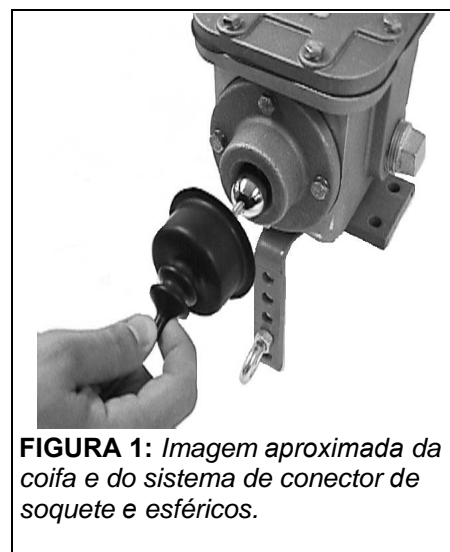

FIGURA 1: Imagem aproximada da coifa e do sistema de conector de soquete e esféricos.
- A força necessária para extrair a extremidade esférica do cabo de tração de uma unidade detectora aumenta proporcionalmente com a distância do detector. Portanto, a parte do cabo que vai além do ponto central da extensão de cabo instalada, e o ponto de ancoragem do cabo no lado oposto, são considerados sem efeito para fins de detecção de danos. Desse modo, instala-se uma segunda unidade detectora para cobrir de forma efetiva a seção sem efeito. (Ver a figura 1).
- As unidades detectoras devem ser instaladas em altura suficientemente alta para que os cabos cubram toda a área ativa sob a correia. Em outras palavras, os cabos devem seguir o contorno da correia, perto o suficiente para detectar seções danificadas, tanto no centro como nas bordas. Os cabos não devem se distanciar mais de 5,08 cm da parte inferior da correia (Veja a figura 1).